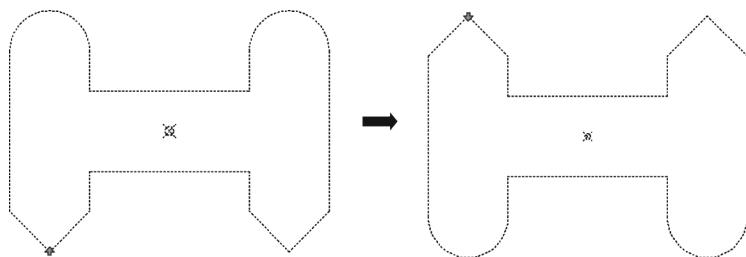

图 9-21 测试翻转动态块
4) 单击“保存块”按钮进行保存,单击“测试块”按钮进入“测试块”窗口,单击“翻转”参数操作时插入第一点位置处的箭头,块将沿翻转线翻转到下方,再单击一次,块将回到原来位置,如图9-21所示。